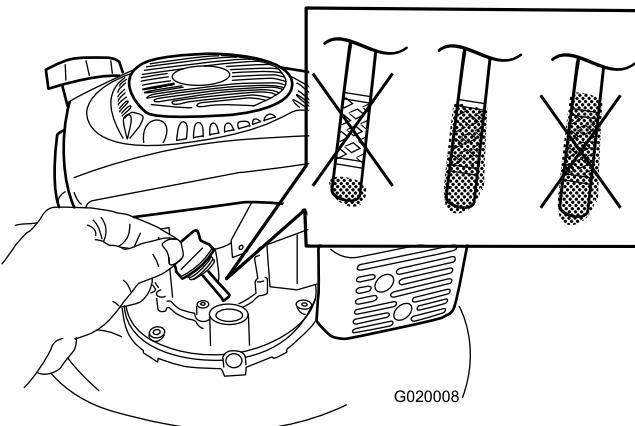

Bild 5
1. Ziehen Sie den Ölpeilstab heraus (Bild 5).
2. Füllen Sie das Öl **langsam** in den Einfüllstutzen ein, um den Ölstand auf die Voll-Markierung am Peilstab anzuheben (Bild 5). **Füllen Sie nicht zu viel ein.** (Max. Füllstand: 0,59 l der Ölsorte: Waschaktives 10W-30 oder SAE 30 Öl mit der Klassifizierung SJ oder höher durch das American Petroleum Institute (API)).
Hinweis: Entfernen Sie jedes Mal, wenn Sie den Ölstand prüfen, den Peilstab, wischen Sie ihn ab und stecken Sie ihn in den Ölneinfüllstutzen (schrauben Sie ihn jedoch **nicht** hinein). Entfernen Sie ihn anschließend wieder und prüfen Sie den Ölstand (Bild 5).